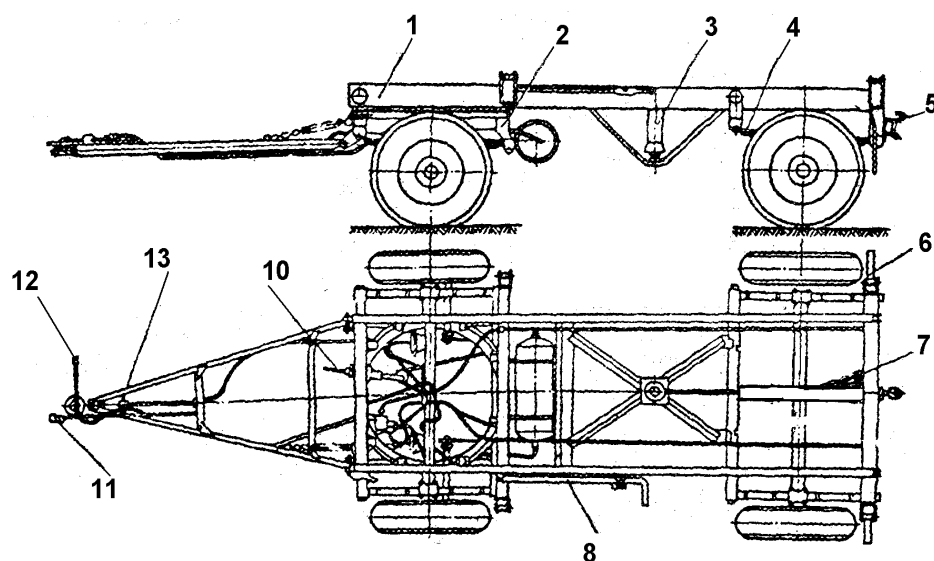

Рис. 2. Шасси:
4.1. Шасси (рис. 2). Шасси предназначено для установки на нем платформы. В